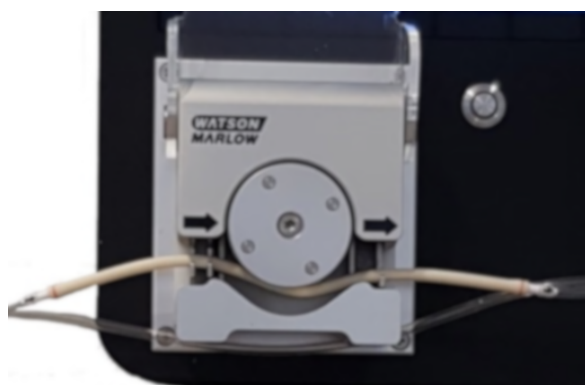

Figura 31 - Pompa peristaltica
- A. Aprire lo sportello di plastica della pompa peristaltica (Figura 31);